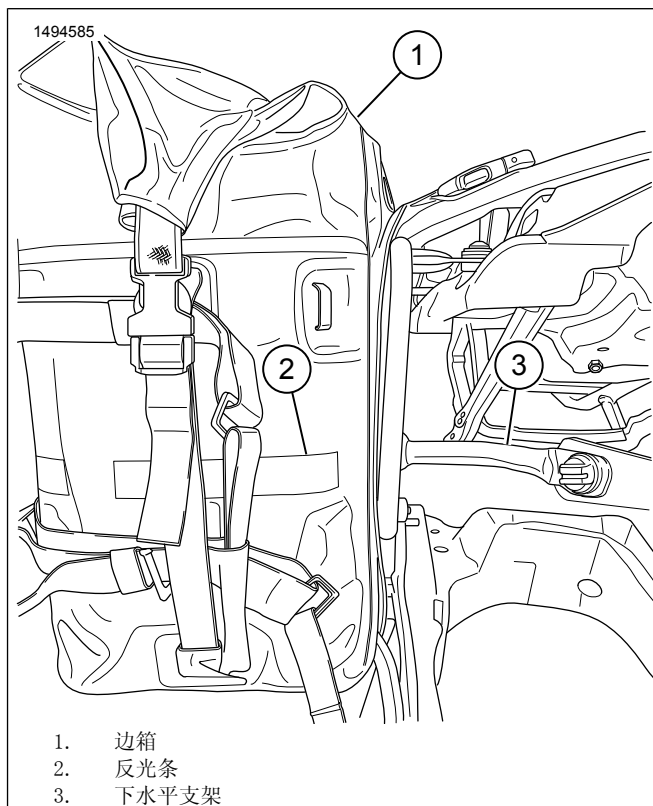

图4。安装边箱
5. 图4将边箱上的反光条(2)与下部水平支架(3)对齐。根据需要调整箍带。